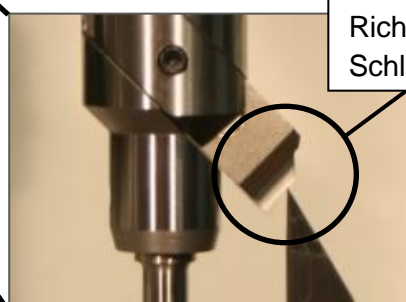

Fig. 16
12. Den Klemmhebel lösen und den Schwenkarm in der oberen Position, mithilfe des Klemmrings und der Stellschraube, positionieren. (Der Klemmring ist unter dem Schwenkarm geführt und ist durch einen Klemmhebel gesichert). Lösen Sie den seitlichen Sterngriff bis sich die Spindel frei bewegt. Fig. 16